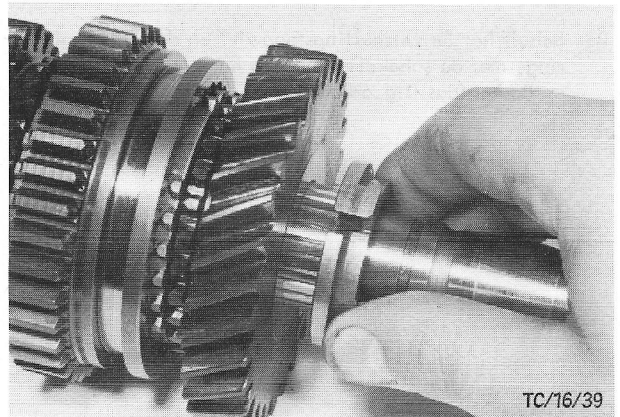

Fig.61 Synchroniseerring, 1e versnellingsstandwiel en olieschepring monteren.
29. Schuif de synchroniseerring, het 1e versnellingsstandwiel en de olieschepring op de hoofdas, met de grootste diameter van de olieschepring naar achteren gekeerd (fig.61).